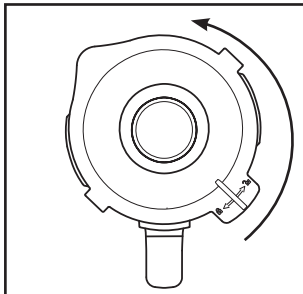

Fig. 1
- 1) Retire el vaso ❸ del bloque motor ❹ en posición recta hacia arriba.
- 2) Retire la tapa ❷; para ello, gírela en sentido antihorario hacia la posición  (consulte la fig. 1) hasta que pueda extraerse hacia arriba.
- 3) Llene el vaso ❸ como mínimo hasta la rayita inferior de la escala ❺ y, como máximo, hasta la marca MAX. Para obtener un resultado óptimo, recomendamos las siguientes cantidades máximas de llenado:
- 1) Retire el vaso **3** del bloque motor **6**. Para lograr una mayor estabilidad, retire la tapa **2**; para ello, gírela en sentido antihorario hacia la posición  (consulte la fig. 1) hasta que pueda extraerse hacia arriba.